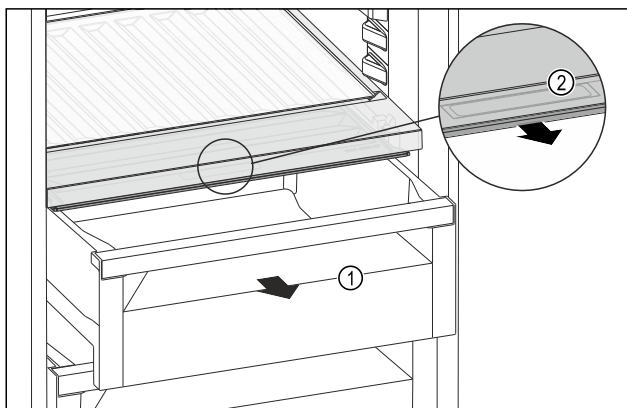

Fig. 144
- ▶ 拉出抽屉 Fig. 144 (1)。
- ▶ 抓住抽屉盖上的内嵌式拉手 Fig. 144 (2)，并同时向前拉出抽屉盖。